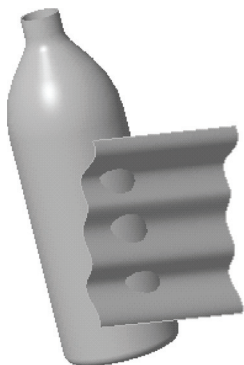

图 10-78 打开模型文件
STEP 01 单击快速访问工具栏中的“打开”按钮，打开模型文件，如图 10-78 所示，在模型树中选择“移动 标识 151”选项。